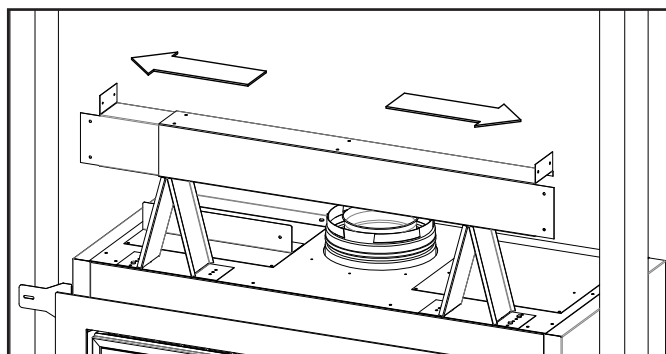

Figure 28: Placement des poteaux muraux en acier
- Placez le poteau mural en acier sur le dessus des entretoises et faites-le glisser jusqu'à ce que les deux extrémités entrent en contact avec les poteaux de charpente (Figure 28).